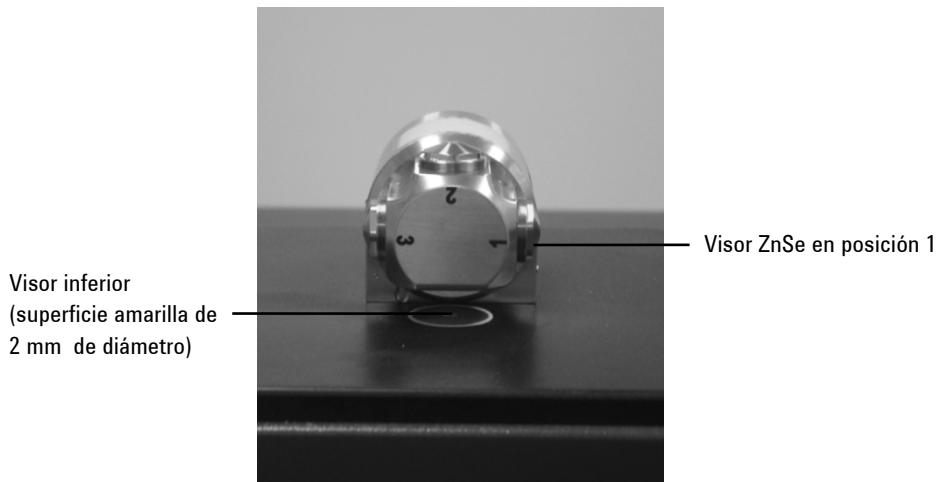

Figura 10. DialPath con el visor del accesorio hacia arriba
En el modo limpieza y carga de la muestra, el DialPath se gira de forma tal que el visor del accesorio apunte hacia arriba (consulte la Figura 10). Es en esta posición, se puede acceder fácilmente al área de montaje de la muestra para cargarla en su lugar y limpiar las superficies de muestreo antes de analizar la siguiente muestra.
Gire el DialPath de forma tal que el visor óptico en la posición 2 apunte hacia arriba. Limpie el visor de la posición que se usó primero y luego limpie el visor inferior, como se indica en la Figura 10. Si se utiliza la posición 2, limpíe la posición 3 o 1, dependiendo de la dirección en que se giró el DialPath.
- 1 Abra el dispositivo de muestreo (DialPath); para ello gire el brazo (consulte la Figura 10).